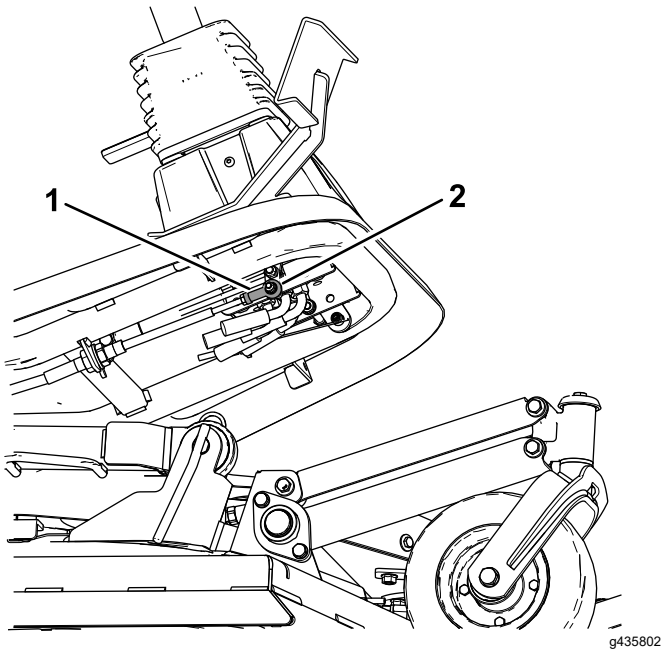

Figura 80
4. Allentate il controdado che fissa il cuscinetto dell'estremità dell'asta del cavo di trazione al pedale (Figura 80).
5. Togliete il bullone e il dado che fissano il cuscinetto dell'estremità dell'asta della trazione al pedale (Figura 80).
7. Serrate il controdado (Figura 80) e fissate il cuscinetto dell'estremità dell'asta al pedale della trazione con il bullone e il dado rimossi per bloccare l'angolo del pedale.